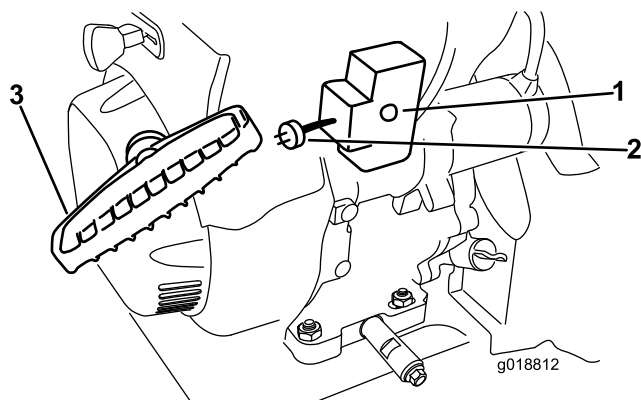

Рисунок 29
- Запустите машину, потянув за ручку механического стартера или нажав на кнопку электрического стартера (Рисунок 29).